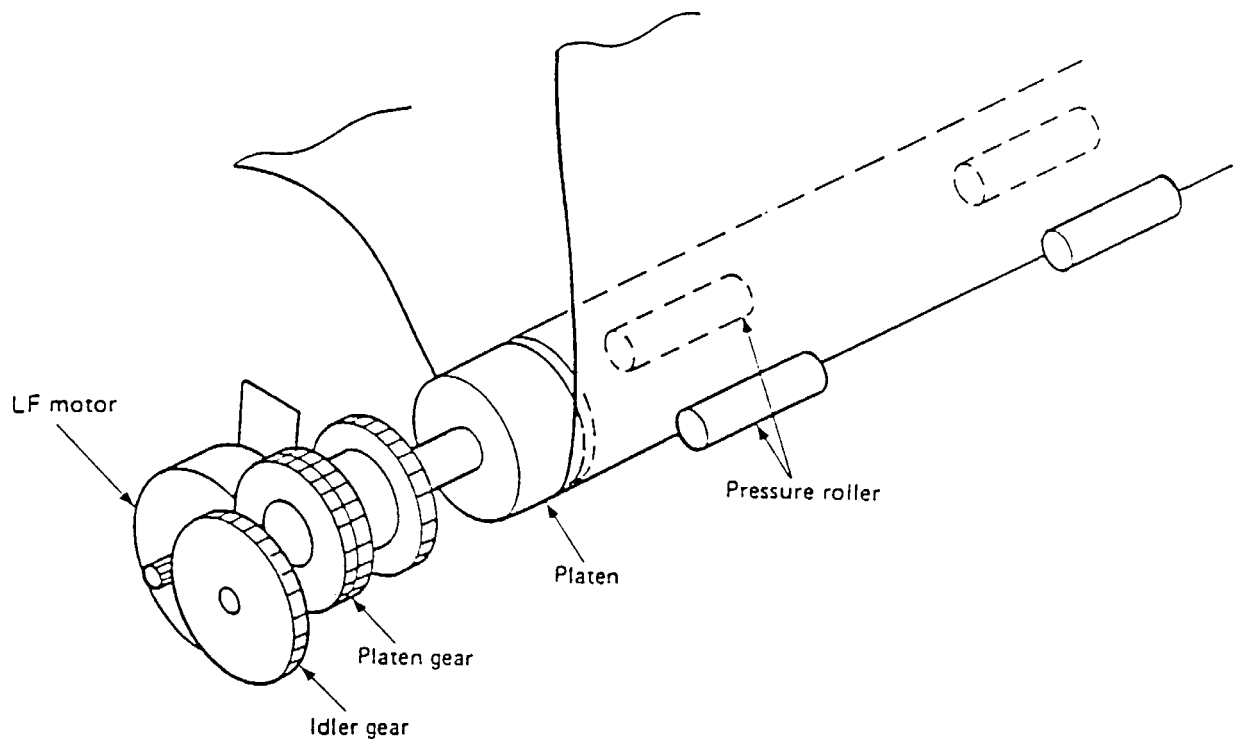

Abbildung 3.7
- (1) Einzelblatteinzug (siehe Abbildung 3.7)